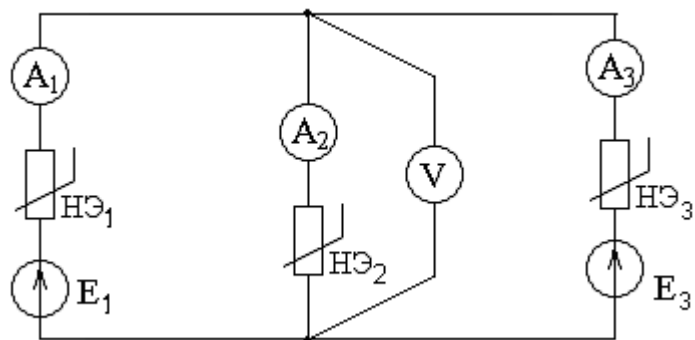

Рисунок 5.2 - Схема с двумя источниками ЭДС
5.2.5 Собрать схему с двумя источниками ЭДС (рисунок 5.2). Измерить ЭДС источников, напряжение на каждом элементе и токи в ветвях.